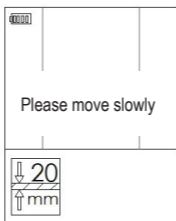
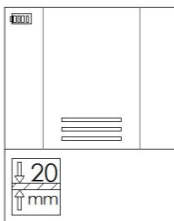

Abb. 6
Abb. 7
- Es kann vorkommen, dass das Lasermess- und Ortungsgerät aufgrund verschiedener Umgebungsfaktoren möglicherweise nicht automatisch kalibriert. Dann kommt es unter Umständen zu einer falschen Detektion. Kalibrieren Sie in einem solchen Fall manuell. Um manuell zu kalibrieren, drücken Sie die Ortungstaste Holz (1) und warten bis zum Abschluss der Kalibrierung. Das LC-Display (10) zeigt wieder so an wie in Abb. 7 im Abschnitt „Kalibrieren im Ortungsmodus für Nicht-Metalle“ dargestellt ist.
- Drücken Sie die Ortungstaste Holz (1), um den Ortungsmodus für nichtmetallische Objekte einzuschalten. Der aktuelle Erkennungsmodus wird per Sprachansage angesagt, wenn dies eingeschaltet ist.
- Bewegen Sie das Lasermess- und Ortungsgerät langsam in eine Richtung (nach links oder rechts) ohne die Finger auf der zu untersuchenden Oberfläche aufzusetzen. Drücken Sie weder stärker auf die Oberfläche noch heben dabei ab. Wenn ein Detektionsobjekt in Detektionsentfernung kommt, werden die entsprechenden Symbole im LC-Display angezeigt. Lesen Sie zu Einzelheiten der Symbole das Kapitel „Bedeutung der Detektions-Symbole“. Gleichzeitig meldet eine Ansage die Ortung der gefundenen Materialart (wenn die Sprachausgabe ausgeschaltet ist, ist natürlich nichts zu hören). Die Signalstärke eines gefundenen Objekts wird im LC-Display mittels Balken (siehe Abb. 7 im Abschnitt „Kalibrieren im Ortungsmodus für Nicht-Metalle“ ) angezeigt.
- Bewegen Sie das Lasermess- und Ortungsgerät weiter in die gleiche Richtung. Wenn das Instrument die Mitte des gefundenen Objekts wieder verlässt, werden die Signalbalken (wie in Abb. 7 gezeigt) wieder weniger. Bewegen Sie das Lasermess- und Ortungsgerät so weit, bis kein Signal mehr vorhanden ist. Im LC-Display (10) wird wieder Abb. 6 angezeigt. Der Ortungsvorgang ist abgeschlossen.